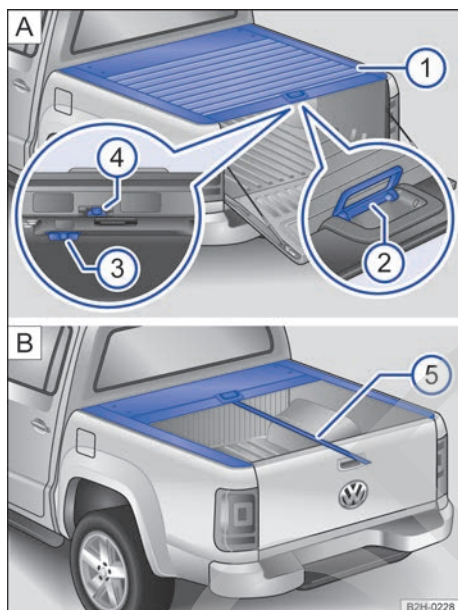

Fig. 28 Cubierta enrollable: [A]: cuadro general; [B]: cinta para tirar.
Legenda de la fig. 28:
- **Abrir brevemente y volver a cerrar:** si solo se desea abrir la cubierta brevemente y que se vuelva a cerrar inmediatamente después, hay que presionar el fiador → fig. 28 ④ A hacia la izquierda mientras se tira de la cinta. La cubierta encastra entonces cuando está completamente cerrada.
- **Cerrar completamente:** cierre la cubierta por completo tirando de la cinta ⑤ B.
- **Cerrar completamente desde la posición intermedia:** cierre la cubierta por completo tirando de la cinta ⑤ B. La cubierta encastra en la posición intermedia.